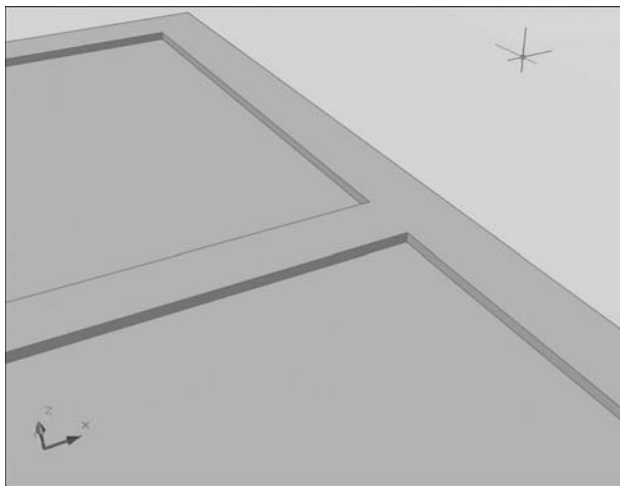

Fig.18.16
- [16] Appuyez sur Entrée et sélectionnez les quatre volumes intérieurs. La feuille de porte est à présent terminée (fig.18.16).